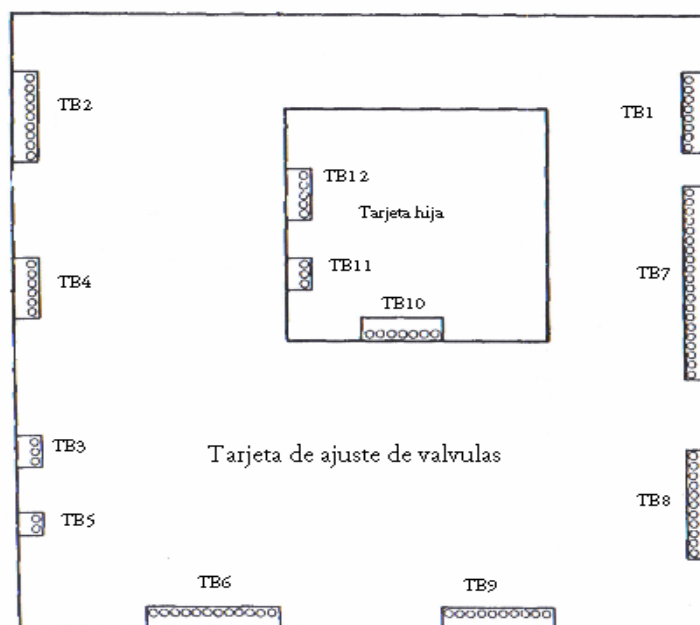

Figura 3.11 Tarjeta de ajuste de válvulas y tarjeta hija.
- a) Se revisa el voltaje en TB6, perno 9. Ajustando el potenciómetro P-1 hasta obtener una lectura de 10 VDC. Figura 3.11.
- b) Conecte una de las puntas del multímetro a TB1. El común debe permanecer en el perno 3, durante todo el procedimiento de ajuste de la tarjeta. Figura 3.11.
Debe ser realizado después de que todos los ajustes han sido realizados. Asegúrese de que todos los puentes de la tarjeta hija (que se encuentra colocada en frente de la tarjeta de ajuste de válvulas) se encuentren configurados adecuadamente. Figura 3.11.